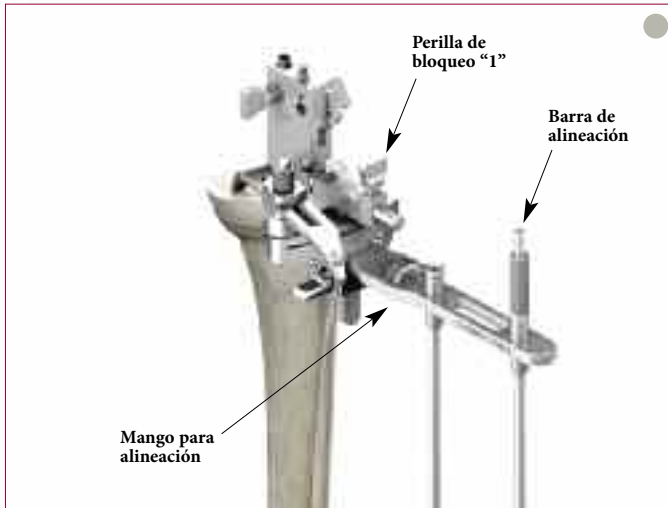

Figura 53
- ▶ Si es necesario un ajuste en varo o valgo, deberá aflojar la perilla de bloqueo “1”. Empuje la barra de soporte hacia el cirujano y gire la plantilla guía hasta conseguir una adecuada orientación en varo o valgo (Figura 53). Una vez centrada la barra de alineación sobre el tobillo, ajuste firmemente la perilla de bloqueo.